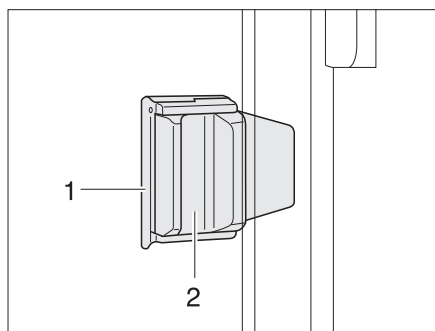

Fig. 59 Fenêtre coulissante avec verrouillage coulissant
- Retirer le verrouillage (Fig. 59,1).
- Appuyer sur la poignée (Fig. 59,2) et la pousser simultanément vers l'avant ou l'arrière.
- Tourner le bouton de verrouillage (Fig. 59,1) en position verticale.